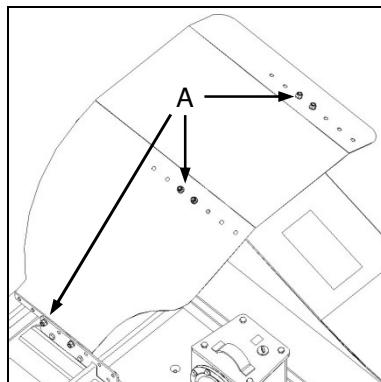

Fig. 7
- ✓ Remove the retaining bolts (Fig. 7-A), and reposition the deflector using the range of holes provided.
- ✓ Verwyder die klemboute (Fig. 7-A) en herposisioneer die deflekteerplaat met gebruik van die reeks gaatjies wat voorsien is.